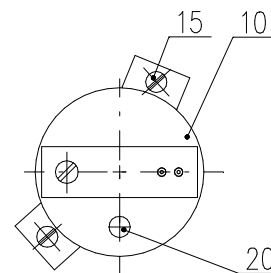

Рис. 8
4.5 Установка емкостного датчика СРТ1/А (рис.8)